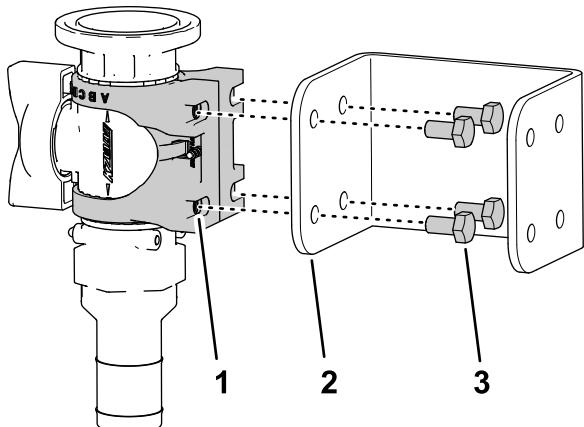

Figure 41
5. Montez le support de vanne sur la patte de fixation de la vanne de commande (Figure 41) à l'aide de 4 boulons à embase (M6 x 12 mm) et 4 rondelles plates ; serrez les boulons à un couple de 10 à 12 N·m.